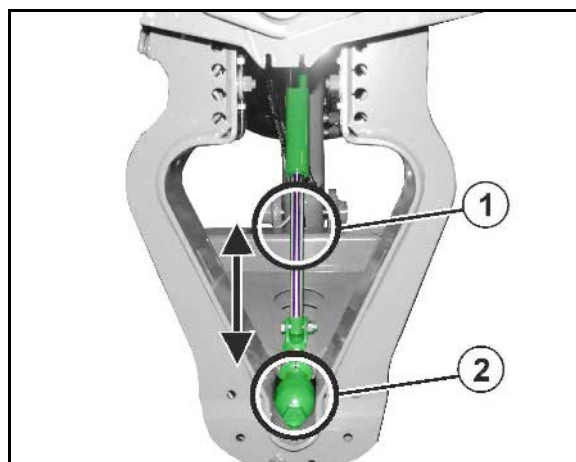

Рис. 96
Разблокировка компенсатора колебаний (Рис. 96/1):
- Компенсатор колебаний (Рис. 96/1) разблокирован, и разложенные штанги опрыскивателя могут свободно раскачиваться на кронштейне штанг. Для большей наглядности на этом рисунке защита компенсатора колебаний снята.
Блокировка компенсатора колебаний (Рис. 96/2):
- Компенсатор колебаний (Рис. 96/2) заблокирован, если на дисплее терминала управления отображается символ закрытого замка.